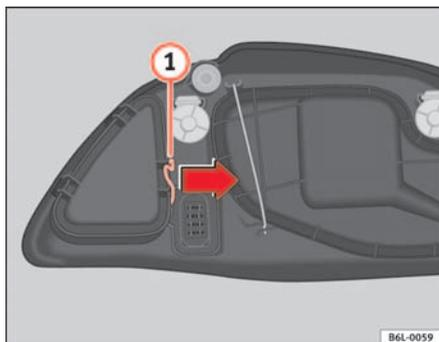

Fig. 146 Luz intermitente
- Desplace el tirante 1 ⇒ fig. 146 en el sentido de la flecha y retire la tapa.